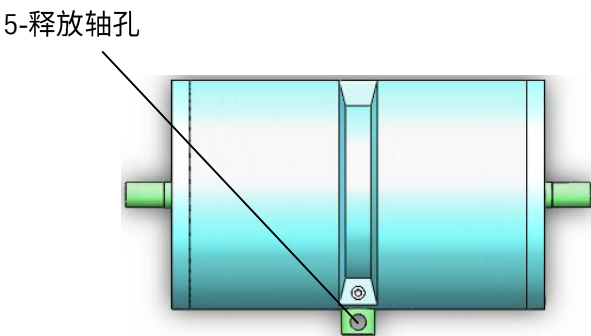

图 8-5 释放轴孔的正确位置
- 6) 在保证释放轴孔 5 的位置竖直向上的情况下（见图 8-5），将定位螺钉 2 拧紧，使释放轴 1 不能转动。
- c) 正常运行时，务必保证：释放轴孔的位置竖直向上（见图 8-5），定位螺钉（见图 8-4）拧紧，且释放轴不能转动。释放杆须放在机房墙壁羊眼圈（见图 8-4）内。